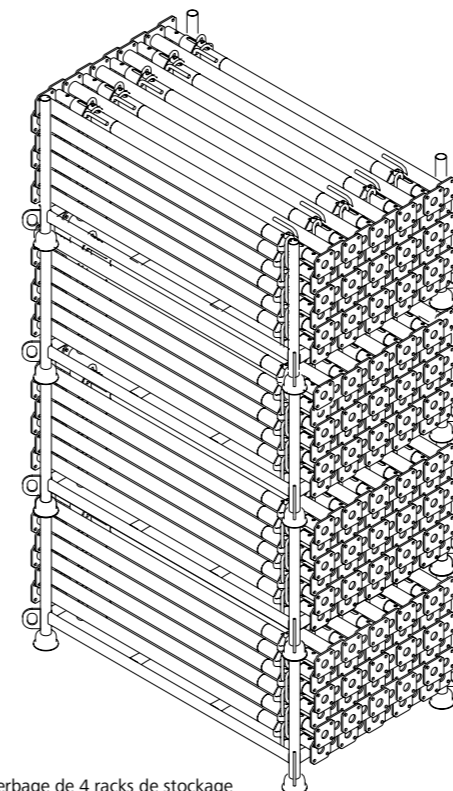
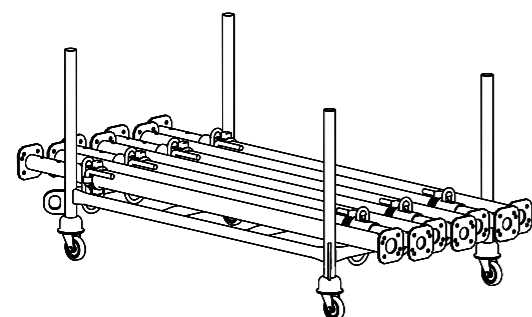

Fig. 2 : gerbage de 4 racks de stockage
Fig. 11 : rack de stockage avec roues de guidage 100
Le rack de stockage est laqué et peut être gerbé jusqu'à 4 fois (Fig. 2). La manutention du rack de stockage peut être effectuée à l'aide d'une grue (Fig. 9), d'un gerbeur (Fig. 10), d'un chariot élévateur ou de roues de guidage 100 (réf. 29-305-95, Fig. 11).
- À l'aide de roues de guidage 100 (Fig. 11). Il est interdit d'accrocher le rack de stockage à un véhicule.
- Il est possible de gerber jusqu'à 4 racks de stockage (Fig. 2, prévention du risque de renversement).